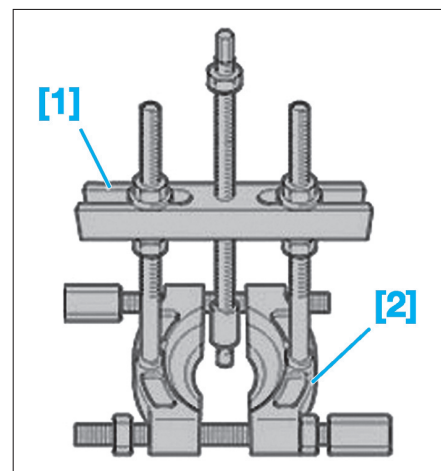

Fig. 4
- [1]. Potence à vis mécanique (réf : FACOM U 53 K2) (Fig.4)